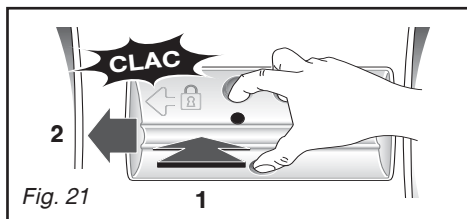

Fig. 21
- remettez la pièce **A** en place en prenant soin de bien la positionner dans les ouvertures au fond du tambour et en la poussant vers la gauche jusqu'à ce qu'elle soit parfaitement encliquetée (Fig. 21).